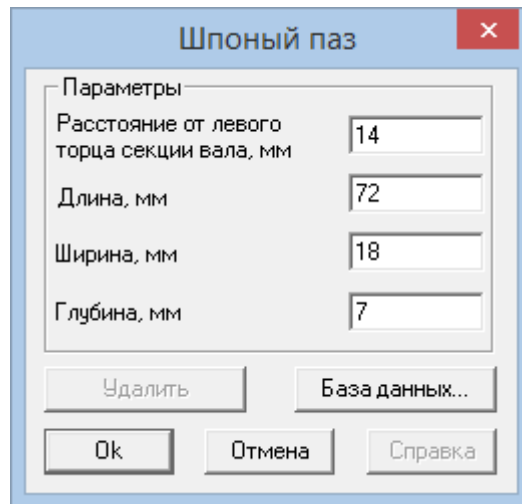

Рис. 6.5
1.5. Создание шпоночных канавок. В рассматриваемом примере на цилиндрической секции вала длиной 100 мм требуется создать шпоночную канавку, закругленную с обоих концов. Для создания таких шпоночных канавок следует вначале нажать кнопку «**Закругленная шпонка**»  (меню **Задать/Шпонка/Закругленная с двух сторон**) и установить указатель курсора в точке начала шпоночной канавки (точка определяется приблизительно). Затем нужно нажать левую кнопку мыши и, не отпуская ее, создать прямоугольник, длина которого будет примерно соответствовать длине шпоночной канавки. Текущие значения размеров создаваемой шпоночной канавки динамически отображаются в строке статуса. В полях ввода открывшегося диалогового окна «**Шпоночный паз**» (рис. 6.5) уточняем параметры создаваемой шпоночной канавки (в соответствии с заданным по условию чертежом вала):